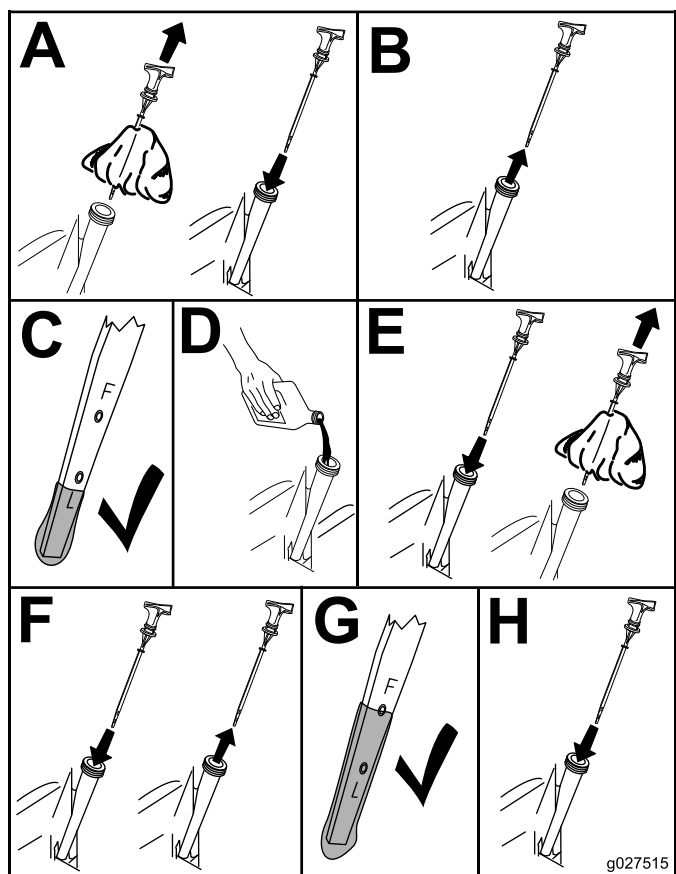

Figure 29
3. Contrôlez le niveau d'huile moteur (Figure 29).